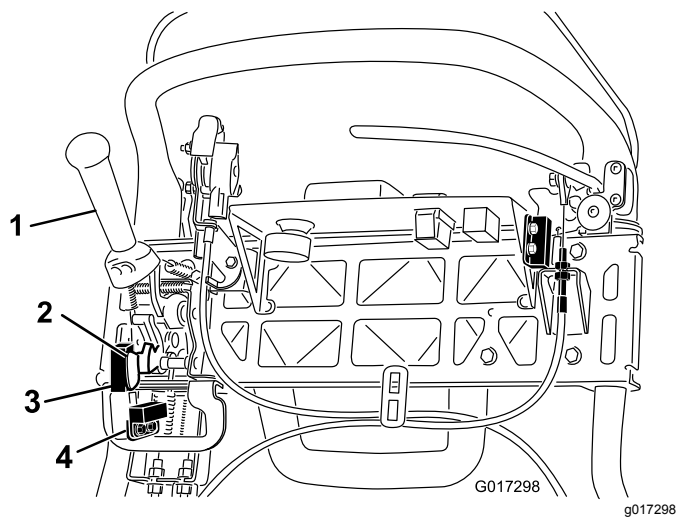

図 44
4. インタロックスイッチを固定しているねじをゆるめる 図 44。
5. 走行レバーとインタロックスイッチとの間に厚さ 1.6 mm のすきまゲージをはさむ 図 44。
4. 刈り込みセンサー取り付けねじをゆるめる 図 44。
5. 刈り込みセンサーフラッグとセンサーとの間に厚さ 1.6 mm のシムをはさむ 図 44。